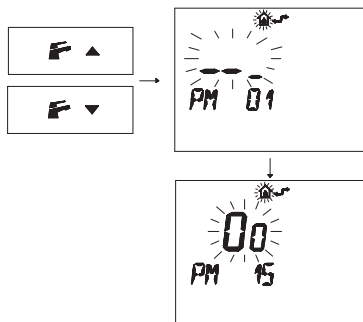

Figura 5.30
- Premere i pulsanti **F** e **▲** o **F** e **▼** per visualizzare la programmazione "PM15" abilitazione della sonda esterna (Figura 5.30).